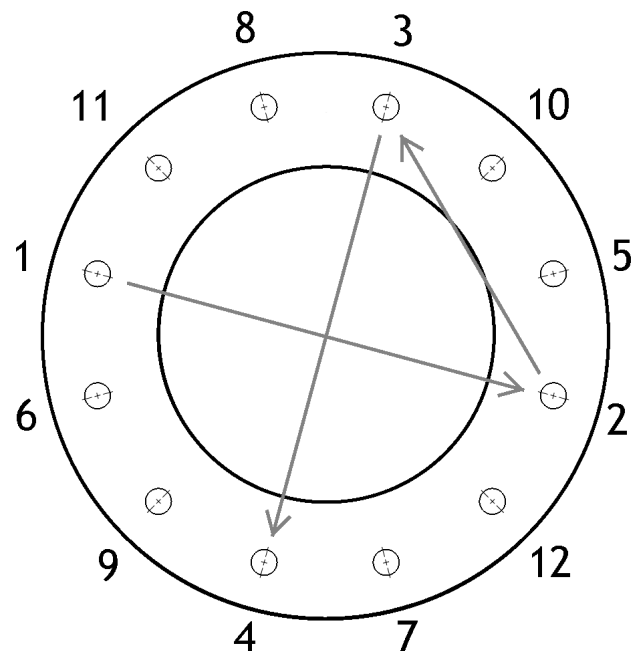

Figura 9. Ejemplo de apriete del perno de la brida.
4. Apriete los pernos de la conexión bridada uniformemente en la secuencia cruzada que se muestra en Figura 9. El par de apriete recomendado se muestra en la Tabla 6.